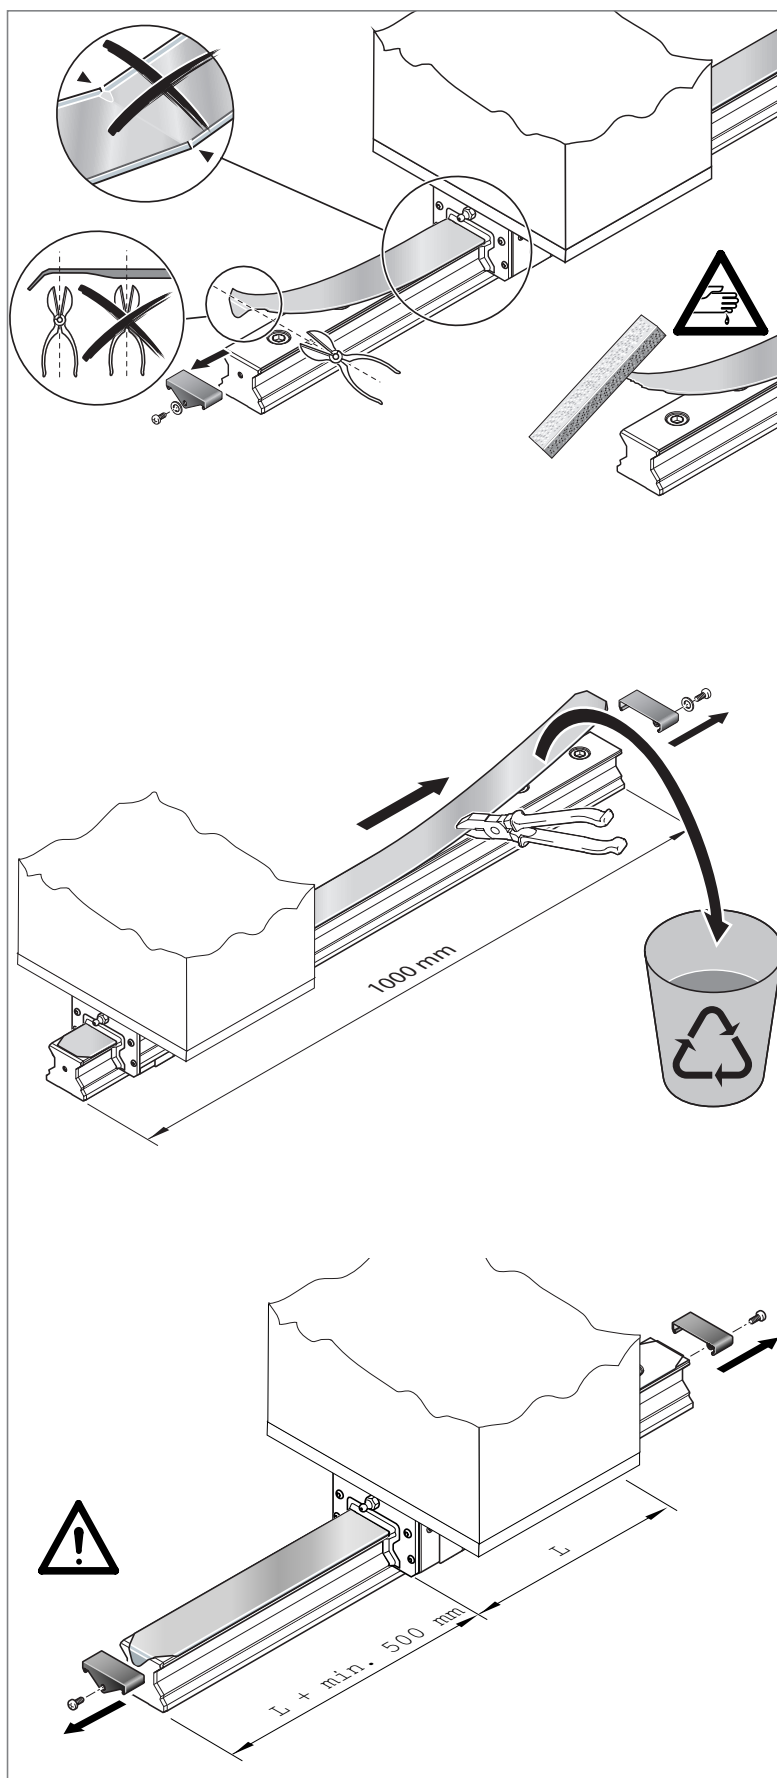

Fig. 41: Smontaggio del nastro di protezione con sede fissa
- Tagliare la linguetta. ➡ Fig. 41